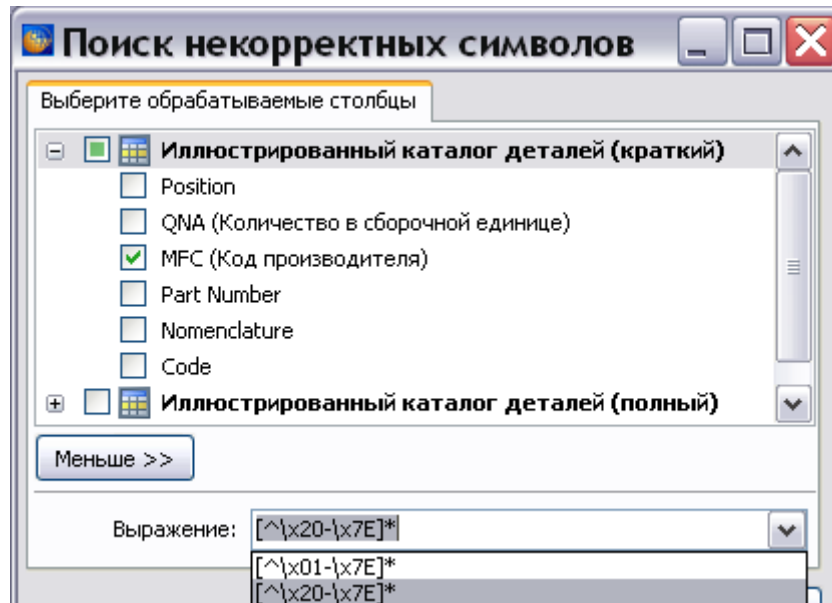

Рис. 21.189
5. Нажмите на кнопку **Больше >>** и выберите из раскрывшегося списка выражение для поиска (Рис. 21.189). Выражение $[\^{\backslash}x01-\^{\backslash}x7E]^*$ означает, что будут искаться все